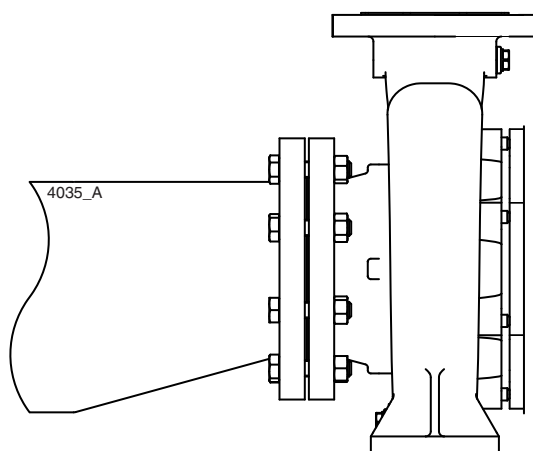

Рисунок 6: Переходной патрубок с эксцентрическим расположением концевых отверстий для всасывающего фланца.
- Сечение всасывающей трубы должно быть достаточного размера. Эта труба должна быть максимально короткой и подходить к насосу таким образом, чтобы исключить образование воздушных пробок. Если это невозможно, в самой верхней точке трубы следует предусмотреть устройство для выпуска воздуха. Если внутренний диаметр всасывающей трубы превышает размер всасывающего патрубка насоса, следует использовать переходной патрубок с эксцентрическим расположением концевых отверстий для предотвращения образования воздушных пробок и завихрений. См. рисунок 6.